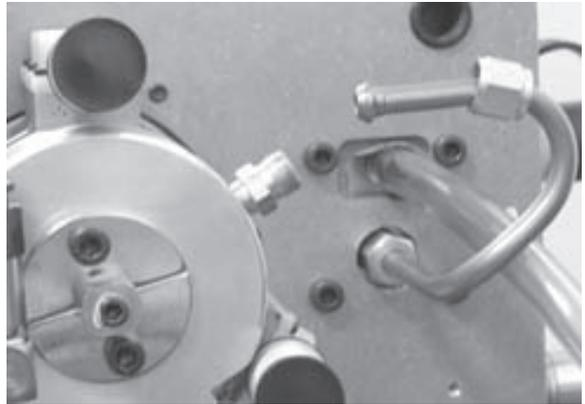

Figure 69.
5. Voir Figure 69. En plaçant la pompe à cartouche de sorte à pouvoir raccorder le tuyau à haute pression, positionnez l'assemblage dans le couvercle du réservoir.